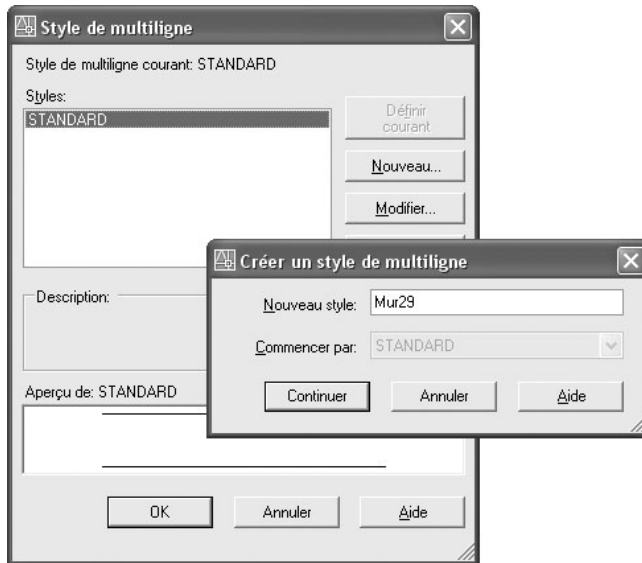

Fig.4.20
- 2 Cliquer sur **Nouveau** (New) puis entrer un nom dans le champ **Nouveau Style** (New Style). Par exemple : Mur29. Cliquer ensuite sur **Continuer** (Continue) (fig.4.20).